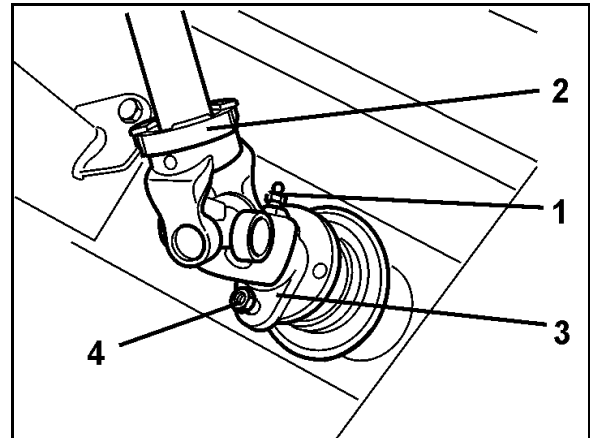

Fig. 87
2. Avlast fjærene (Fig. 87/1) ved å løsne mutterne (Fig. 87/2).